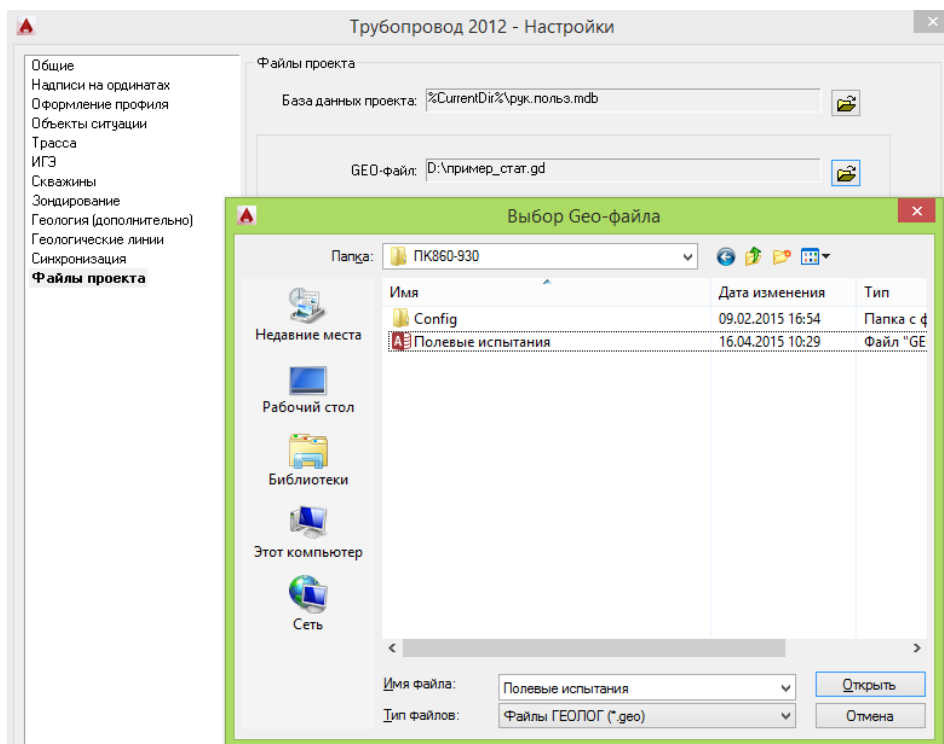

Рис. 11. Подключение Гео-файла к проекту.
3. Нажать кнопку выбора файла геологических данных и указать нужный Гео-файл (см. Рис. 11).